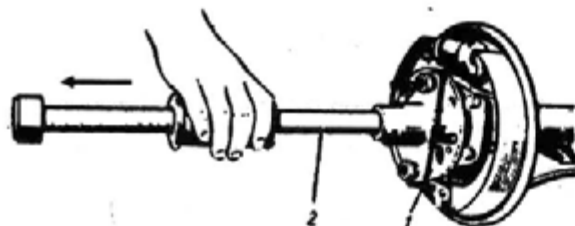

Рис. 135. Выпрессовка полуоси с помощью ударного съемника:
5. Выньте полуось вместе с корпусом 3 наружного сальника (сам сальник аннулирован), пластиной, щитом тормоза и подшипником. Если полуось от усилия руки не выпадает, то для снятия полуоси примените ударный съемник (рис. 135).